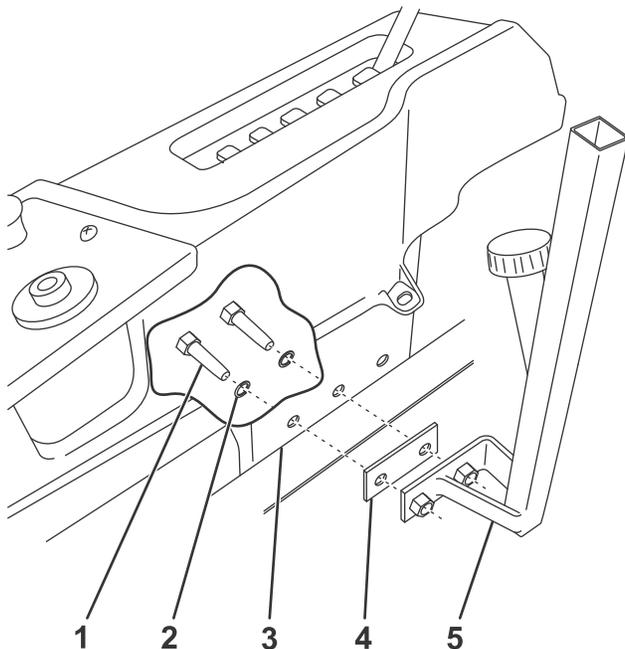

Figura 1
4. Sujete los soportes del receptor a los 2 orificios delanteros del bastidor usando 2 pernos ( $\frac{1}{2}$ " x  $1\frac{1}{8}$ ") y arandelas de freno partidas (Figura 1). Si la máquina no está equipada con ROPS, introduzca la placa espaciadora como se muestra en la Figura 1.